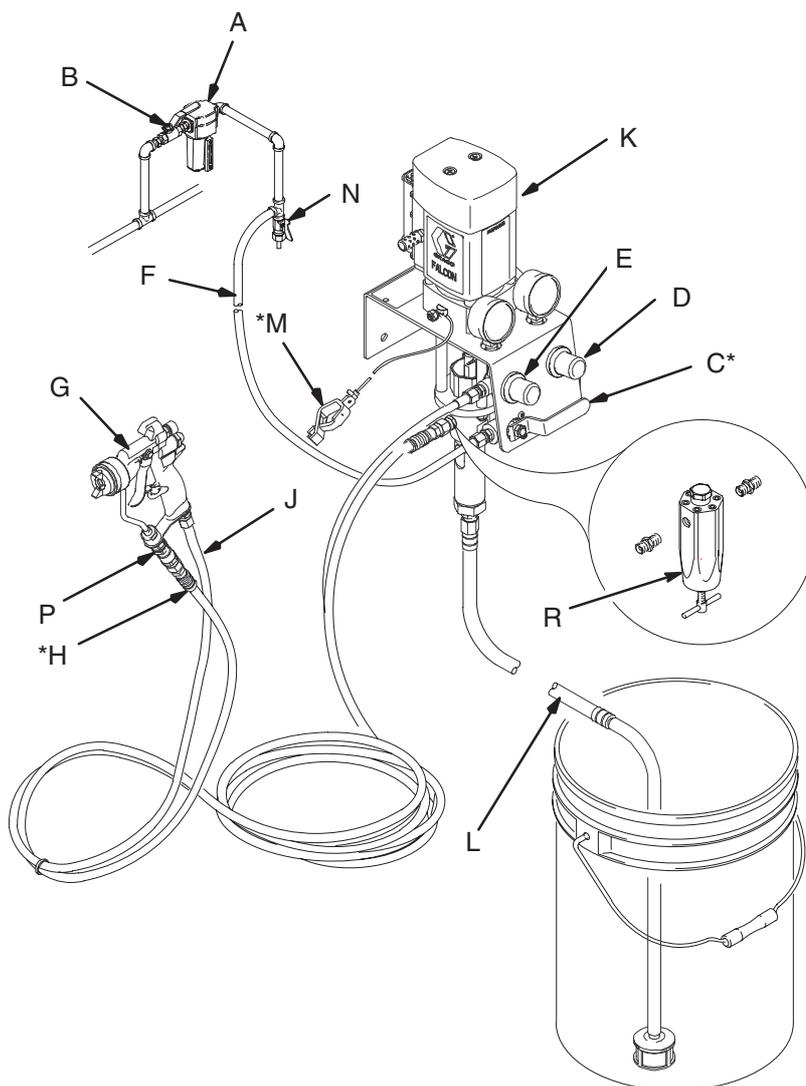

Fig. 1
Le schéma d'installation type représenté à la Fig. 1 est communiqué uniquement à titre informatif pour la sélection et l'installation d'appareils de pulvérisation à assistance pneumatique. Contactez votre distributeur Graco pour toute assistance dans la conception d'un système répondant à vos besoins.
- Vous devez installer un régulateur de pression d'air (E) sur la conduite d'air alimentant le pistolet pour réguler la pression d'air du pistolet. Voir Fig. 1.
- Si la source d'air régulé est démunie de filtre, monter un filtre à air (A) sur la conduite lequel assurera une alimentation du pistolet en air sec et propre. Les saletés et l'humidité peuvent nuire à la finition de la pièce peinte.
- Monter un régulateur de pression d'air (D) sur la conduite d'alimentation d'air de la pompe afin de réguler la pression d'air arrivant à la pompe.
- Installer une vanne d'arrêt d'air de type purgeur (C) sur la tuyauterie d'air principale et sur la tuyauterie d'air de la pompe.
- Au cas où il faudrait assurer une meilleure régulation de la pression du produit, monter un régulateur (R) sur la conduite de produit pour égaliser la pression produit arrivant au pistolet. Voir Fig. 1.